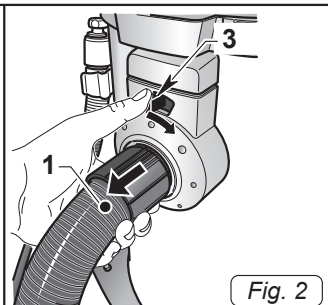

Fig. 2
- Per sganciare il manicotto (1 Fig. 2) spostare la levetta (3 Fig. 2) in senso orario quindi tirare verso l'esterno il manicotto (1 Fig. 2).